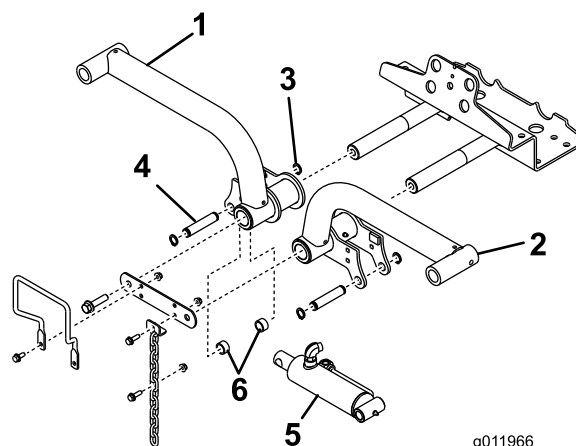

Figura 15
4. Introduzca los brazos de elevación en los ejes pivotantes de los brazos de elevación (Figura 15), y sujete cada uno con una pletina de unión y los pernos que retiró anteriormente.
6. Sujete el extremo derecho del cilindro de elevación al brazo de elevación derecho con un pasador y 2 espaciadores (Figura 15). Sujételo con un anillo de retención.